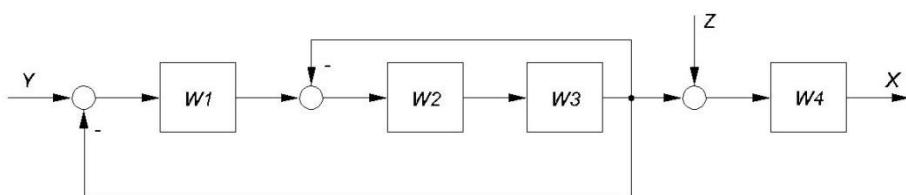
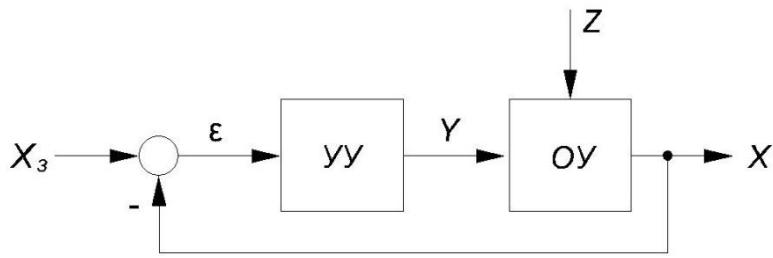

Рис. 9.1. Структурная схема объекта управления (ОУ)
Рис. 9.2. Структурная схема замкнутой системы управления
Замкнутыми называются автоматические системы управления, имеющие замкнутую цепь воздействий (обратную связь) при помощи которой на вход управляющего устройства передается контрольное значение управляемой величины (контрольное воздействие). Структурная схема замкнутой системы управления приведена на рис. 9.2.
В настоящей работе рассматривается система управления сложным объектом, структурная схема которого изображена на рис. 9.1. Структурная схема замкнутой системы управления приводится на рис. 9.2. Система управления состоит из объекта управления (ОУ) и регулятора (УУ), охваченных отрицательной ОС.
В созданном М-файле составить математическое описание объекта управления (рис. 9.1). Модель должна воспроизводить заданную алгоритмическую структуру объекта. Используется подход к математическому описанию систем, основанный на функции CONNECT (аналогично лабораторным работам № 4-5).
10. В созданном М-файле составить математическое описание замкнутой системы управления (см. рис. 9.2, 9.3). Модель должна воспроизводить заданную алгоритмическую структуру системы управления. Используется подход к математическому описанию систем, основанный на функции CONNECT. В качестве исходных настроек параметров ПИ-регулятора примем $K_p = 1$ и $T_i = 10$.